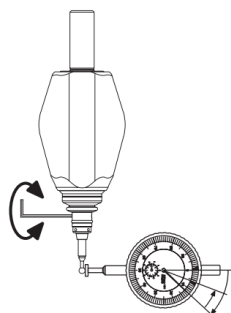

Fig. 3
- Tournez la broche avec le testeur 3D de 180°, et le comparateur à cadran indique l'écart de l'axe X (Fig. 3, comme indiqué sur la figure, la lecture de l'indicateur est de 0,12 mm).